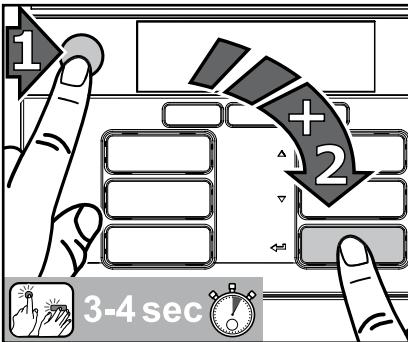

Рис. 31
1. Нажать сначала кнопку СТОП, затем - кнопку ввода и одновременно удержать обе кнопки нажатыми 3-4 секунды, чтобы перейти в режим очистки. (Рис. 31)